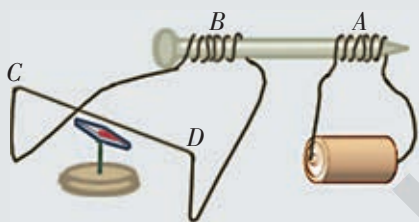

图 1-22
3. 在一根长铁钉上用漆包线绕上两个线圈 A 和 B , 将线圈 B 的两端接在一起, 并把 CD 段漆包线拉直置于自制的小磁针上方, 如图 1-22 所示。试判断用干电池给线圈 A 通电的瞬间, 小磁针偏转的方向。做一下这个实验, 看看你的判断与实验结果是否一致。